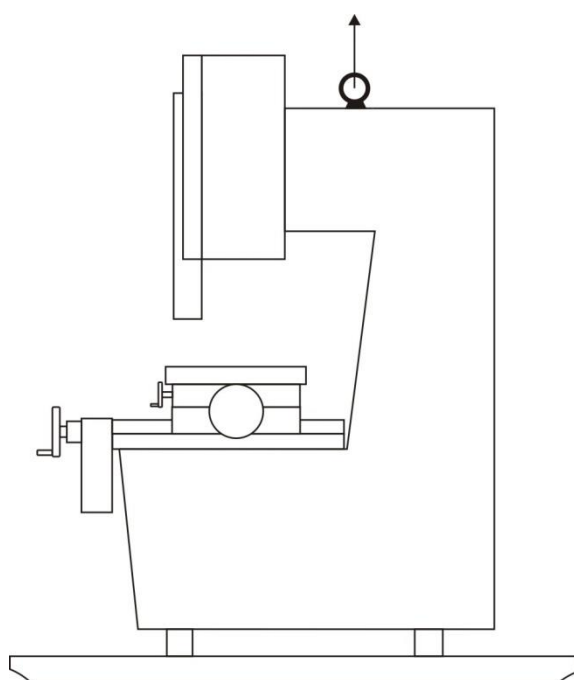

рис. 8
3. Машину поднять краном, крюк которого проходит через петлю – рис.8, и удалить поддон снизу.
Распакованную машину перемещать с помощью крана. Крюком крана захватить петлю, находящуюся в верхней части корпуса согласно рис.8.